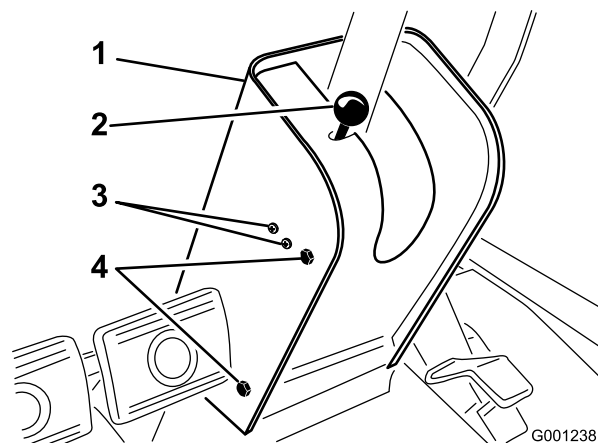

Figura 61
2. Togliete la manopola dal freno di stazionamento e le viti dal copripiantone dello sterzo (Figura 61).
4. Allentate le viti e i dadi che fissano l'interruttore del freno di stazionamento al lato sinistro del piantone (Figura 61).